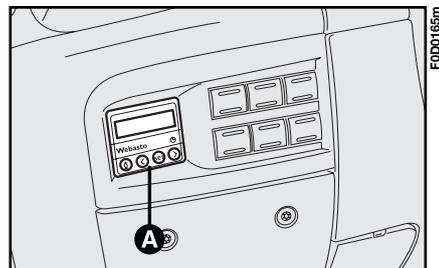

fig. 85
– un temporisateur numérique **A** fig. 85 d'allumage manuel du réchauffeur ou de programmation de l'heure d'allumage.